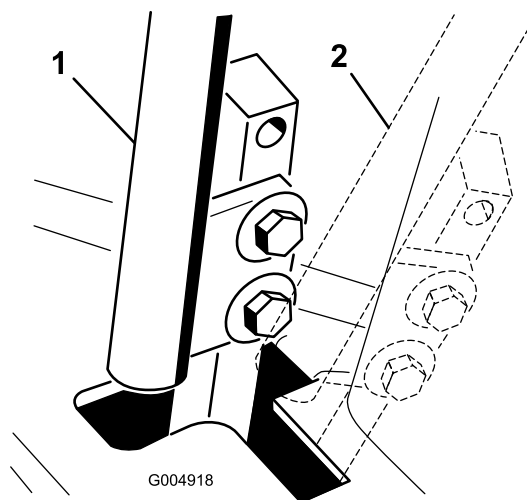

Figure 57
4. Placez le levier de commande au point mort, **sans le verrouiller** (Figure 57).
6. Vérifiez la position du levier par rapport au cran de la console (Figure 57).